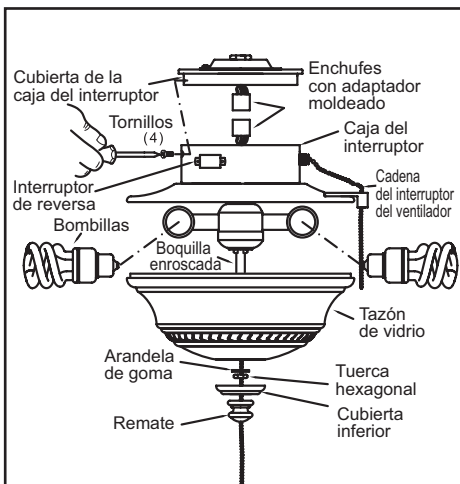

Figura 17
5. Conecta los cables que salen del fondo de la cubierta de la caja del interruptor con esta última, al unir los enchufes con adaptadores moldeados (Figura 17).
7. Retira el remate, la cubierta inferior, la tuerca hexagonal y la arandela de goma del soporte del kit de luces (Figura 17).
El interruptor de reversa instalado en la caja del interruptor (Figura 17) controla la dirección: hacia adelante (hacia la izquierda) o reversa (hacia la derecha).